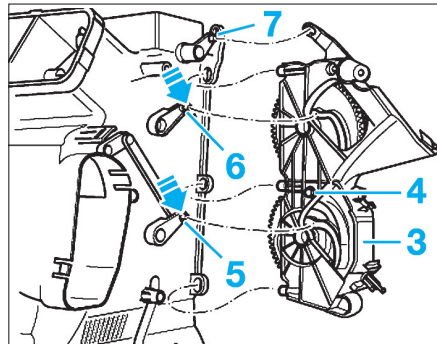

FIG. 36
- Dans cette position, placer une vis M6 (4) dans l'ouverture du pignon inférieur et de l'unité de positionnement (3).
- Amener le levier du volet de diffuseur d'air au plancher (5) en position inférieure (Fig.36).